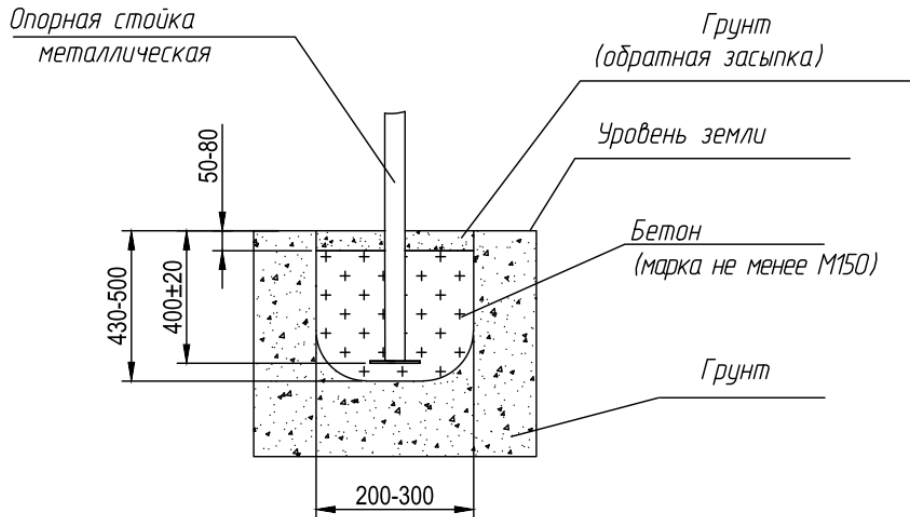

Рисунок 1
2. Забетонировать раму согласно схеме (рис. 1).